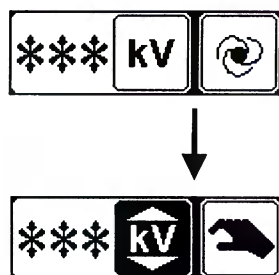

Рисунок 88
– выберите данный режим на панели управления (см. рисунок 88);